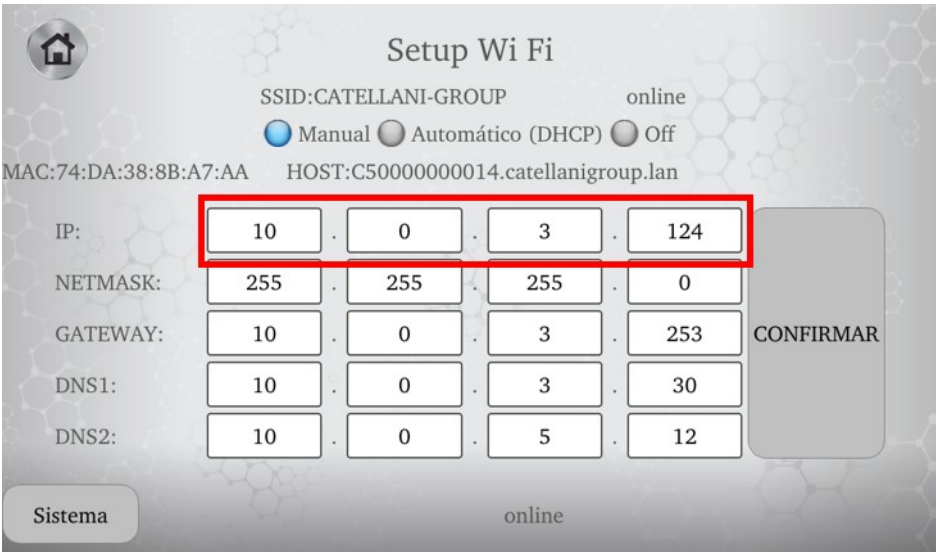

Figura 19
- a) [\(http://\(endereço IP\)\)](http://(endereço IP)) (es: <http://10.0.3.124>) (veja a Figura 19)